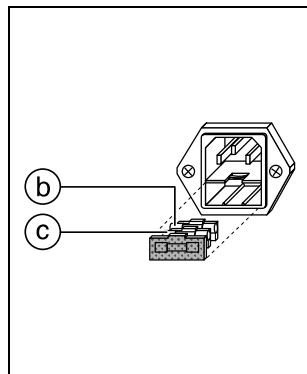

Fig. 2.2
Remplacer le fusible défectueux ② par le fusible de réserve ③ dont on aura préalablement vérifié l'ampérage (fig. 2.2).
Reemplazar el fusible dañado ② con el nuevo, verifique que las características del fusible ③ sean las correctas (Fig. 2.2).